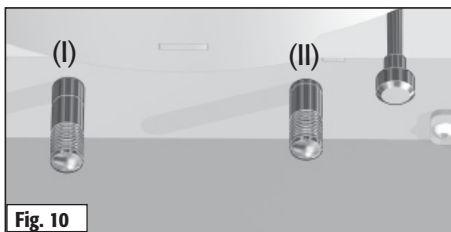

Fig. 10
Regolazione dell'aria secondaria.	Posizionare la valvola dell'aria secondaria (II) sulla lineetta 1. (fig. 10)